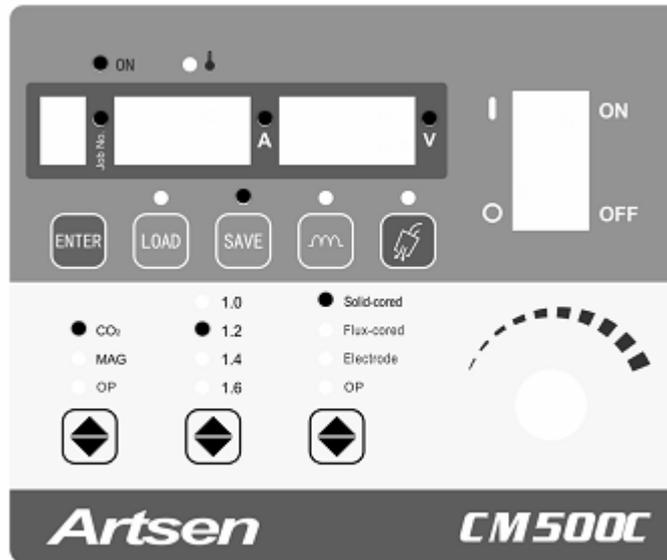

Рисунок 3-18. Сохранение параметров в панели управления сварочного источника питания
- С помощью регулятора выберите номер ячейки памяти, в которую вы хотите сохранить программу сварки (от 0 до 9) - см. рисунок 3-18.